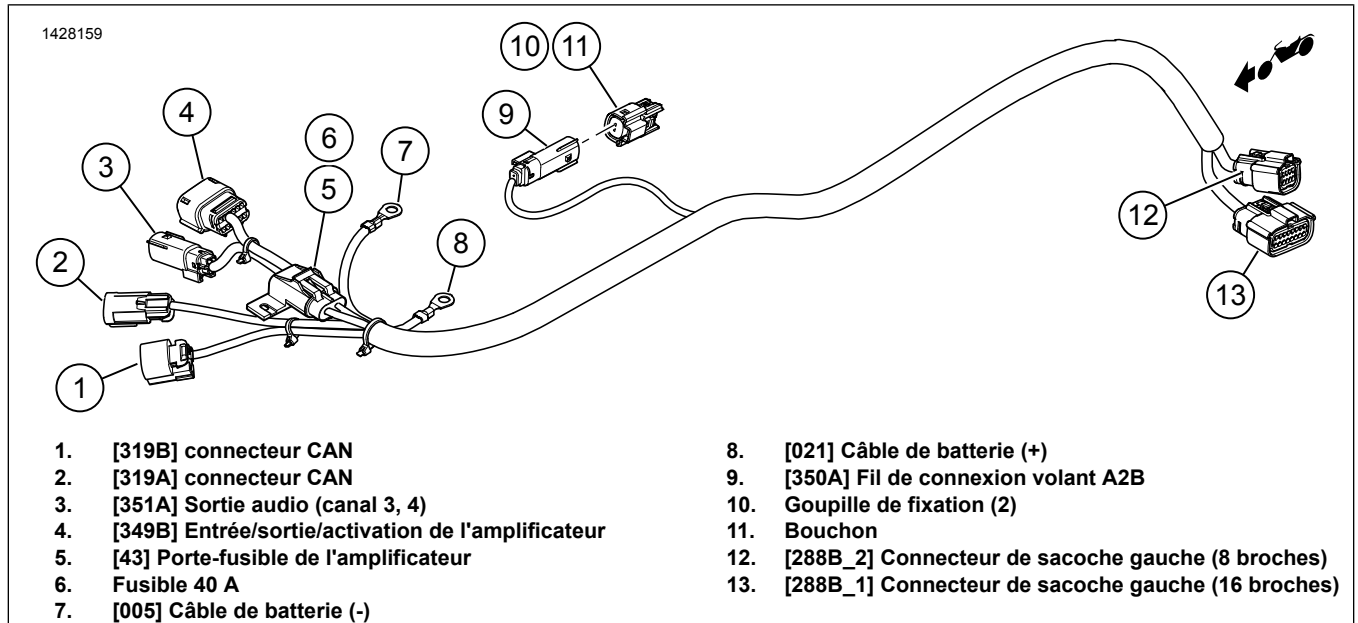

Figure 13. Connecteurs de faisceau externes (2017 et ultérieurs)
Voir la figure 13. Si aucun amplificateur secondaire **N'EST** déjà installé, insérer les goupilles d'étanchéité (10) dans le capuchon (11) et raccorder au connecteur [350A] (9).
Voir également Figure 13 pour les références des connecteurs de faisceau extérieur de 2017 et ultérieurs.